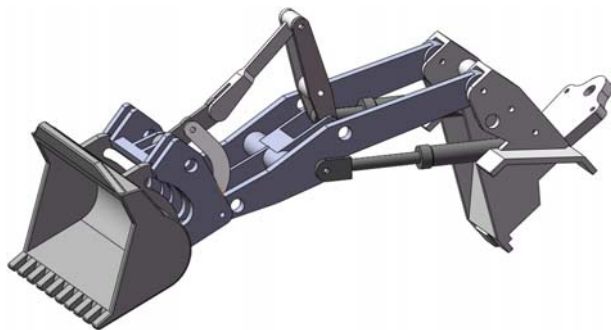

图 13-319 旋转零件
(23) 旋转装配体。单击“装配体”工具栏中的（旋转零部件）按钮，或者执行“工具”→“零部件”→“旋转”命令，拖动鼠标将各零件旋转到适当角度，如图 13-319 所示。